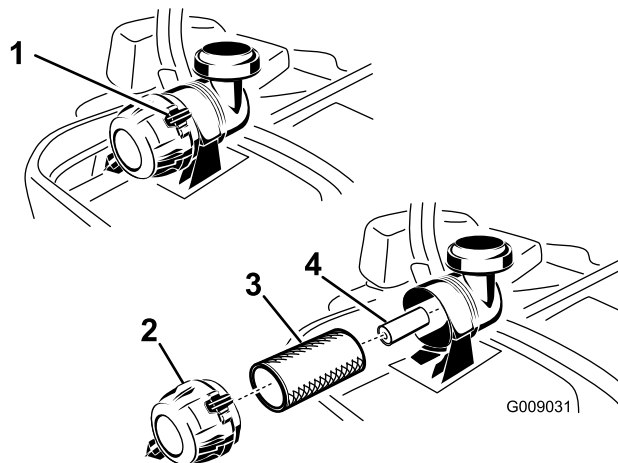

Figura 52
3. Premete verso il basso per rilasciare i dispositivi di fermo sul filtro dell'aria e togliete il coperchio dal corpo del filtro (Figura 52).
5. Estraete con cautela il filtro primario dal corpo del filtro dell'aria (Figura 52). Non urtate il filtro contro il corpo.
1. Non pulite il filtro primario di carta, sostituitelo (Figura 52).
2. Se sostituite il filtro secondario, inseritelo con cautela nel corpo del filtro (Figura 52).
3. Montate con cautela il filtro primario sul filtro secondario (Figura 52).
- Installate il coperchio del filtro dell'aria con il tappo di sfiato verso il basso e ruotate in modo che i dispositivi di fermo blocchino il coperchio nella corretta posizione (Figura 52).